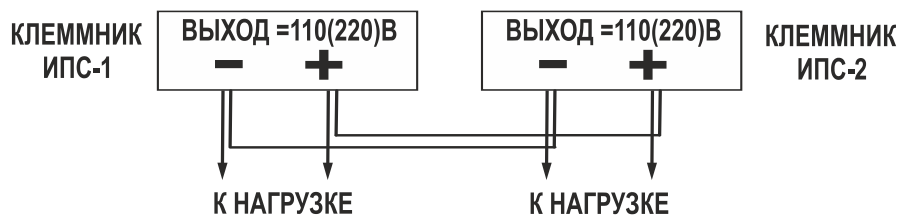

Рис.3
5.10. ИПС допускают включение на параллельную работу (см. рис.3). При этом будет обеспечиваться селективная дистанционная сигнализация ИПС, т.к. выходы ИПС соединены через диоды, а реле сигнализации исправности включены до этих диодов.